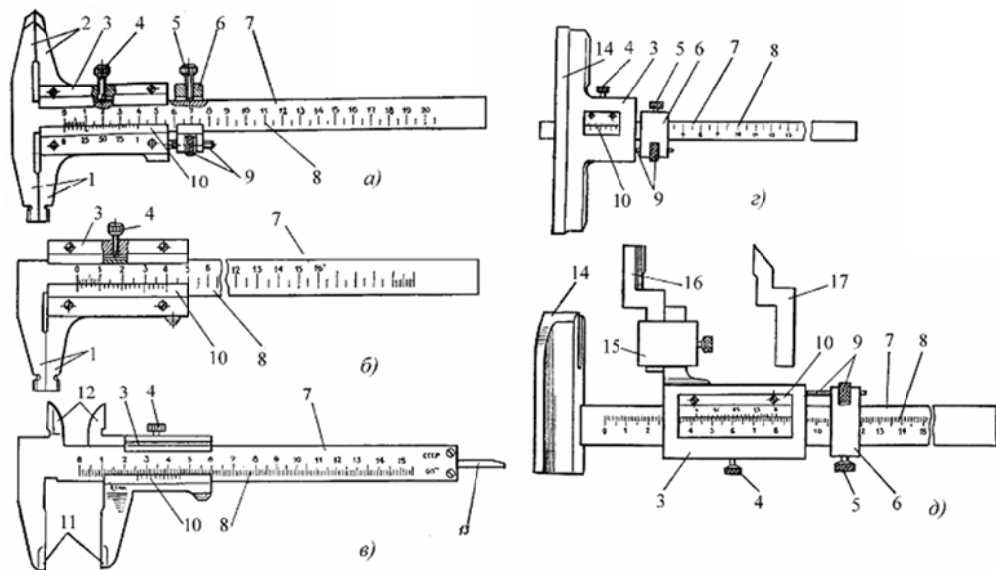

Рисунок 1 – Штангенциркули (а – в), штангенглубиномер (с) и штангенрейсмас (д):
Штангенциркули предназначены для измерения наружных и внутренних размеров изделий и для разметки. Основанием инструмента является штанга (7) с неподвижной губкой. По штанге перемещается рамка (3) с передвигающейся губкой, нониусом (10) и зажимным винтом рамки (4). Перемещение рамки осуществляется вручную при освобожденных винтах (4 и 5). Окончательное (точное) перемещение рамки на штангенциркулях ШЦ-II (рис. 1, а) выполняется с помощью микрометрической подачи, состоящей из движка (6), гайки (9) и стопорного винта (5). Для перемещения рамки с помощью микрометрической подачи движок (6) стопорится винтом (5). Измерительные губки имеют плоские поверхности для наружных измерений и закругленные – для внутренних.
Конструктивно штангенциркули различаются пределами измерений, форме измерительных губок и подвижной рамки, а также по точности измерений. В штангенциркулях типа ШЦ-I (рис. 1, в) губки имеют ножевую форму, в результате чего можно сразу получить измеряемый размер. Эти штангенциркули оборудованы линейками глубиномера (13), выполненными совместно с подвижной рамкой для измерения глубин и высот изделий.
В штангенциркулях типа ШЦ-II (рис. 1, а) и ШЦ-III (рис. 1, б) губки выполнены ступенчатыми и имеют определенный суммарный размер, который следует прибавлять к отсчитываемому размеру. Для разметки концы измерительных губок штангенциркулей типа ШЦ-III остро заточены.